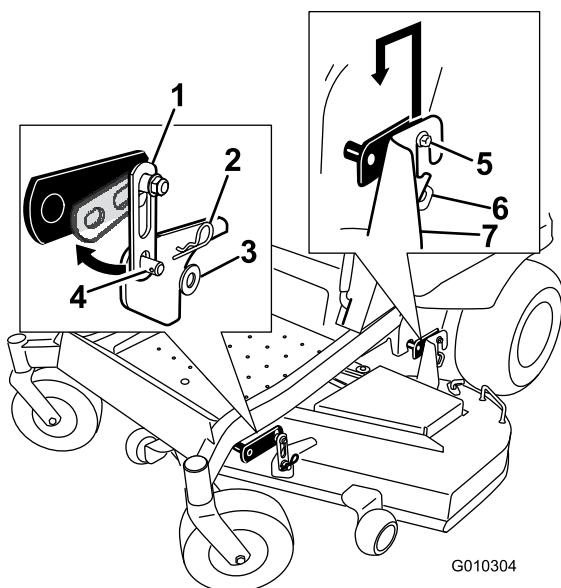

Figura 68
- Retire los herrajes de las pletinas de suspensión delanteras en ambos lados de la plataforma (Figura 68).
- Retire la plataforma con cuidado de los pernos de las pletinas de suspensión y baje la parte delantera de la plataforma al suelo (Figura 68).
5. Eleve la parte trasera de la plataforma del cortacésped y coloque los soportes de las pletinas de suspensión sobre sus pernos (Figura 68).
sujételas con una arandela y un pasador de horquilla (Figura 68).